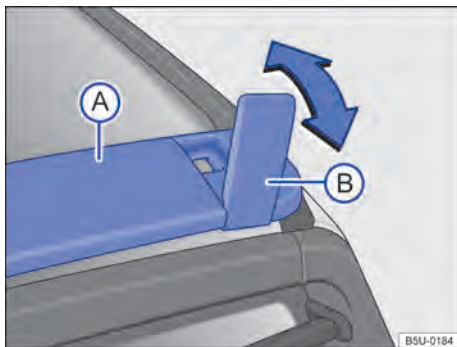

Fig. 162 No teto: travessa e suporte articulado.
Utilizar somente a travessa do teto → Fig. 162 (A) e os suportes articulados (B) como apoio para fixar os objetos com maior altura ou que não possam ser acomodados totalmente no assoalho do compartimento de carga → ⚠️.